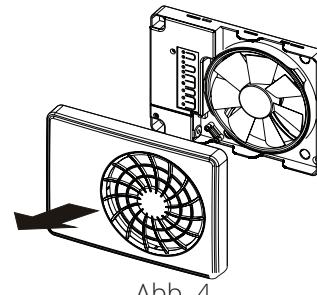

Abb. 4
4. Nehmen Sie die Vorderabdeckung durch Kippen der Front über die Schnappverschlüsse unten und oben ab. Abb. 4